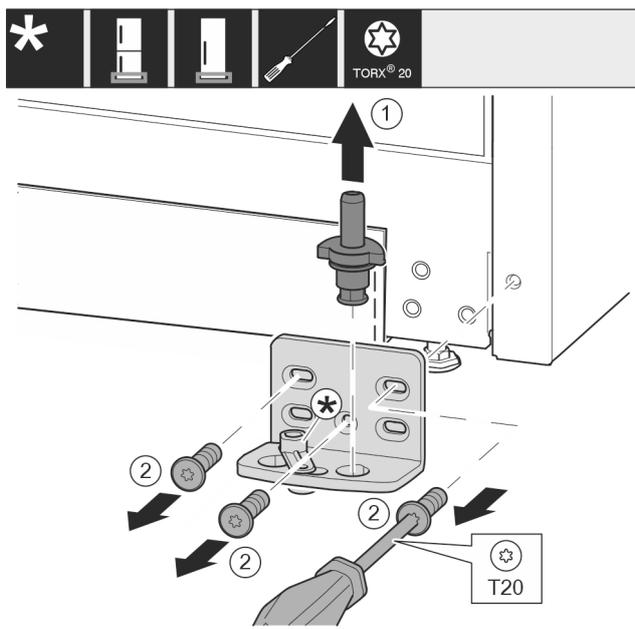

Fig. 16 *
- ▶ Опорный палец Fig. 16 (1) полностью извлеките движением вверх.*
- ▶ Открутите винты Fig. 16 (2) отверткой и снимите опорный кронштейн.*